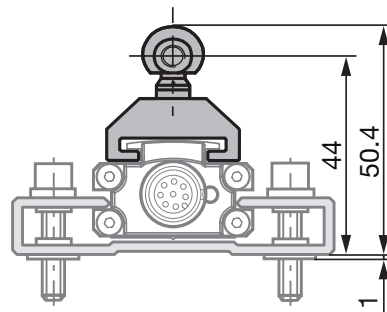
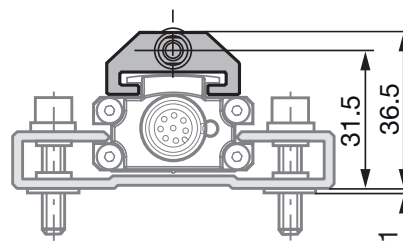
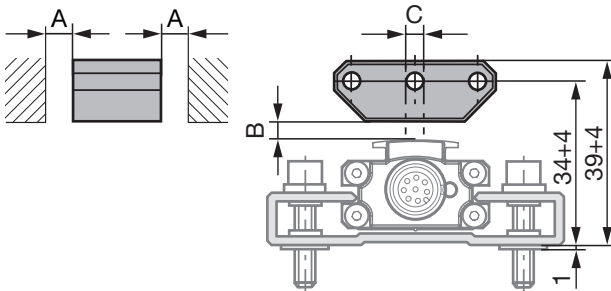
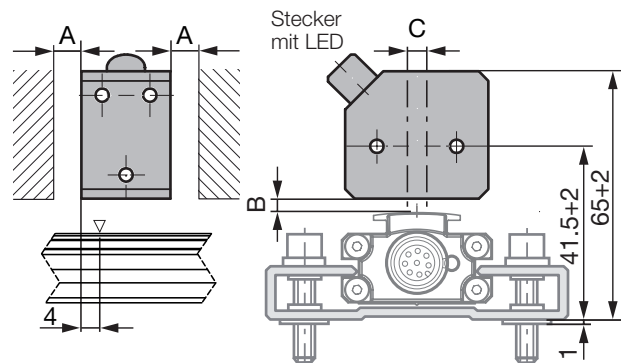

Bild 4-1: Maße und Abstände mit Positionsgeber BTL5-F-2814-1S
Bild 4-2: Maße und Abstände mit Positionsgeber BTL5-T-2814-1S
Bild 4-3: Maße und Abstände mit Positionsgeber BTL5-P-3800-2
Bild 4-7: Maße und Abstände mit Positionsgeber BTL5-P-4500-1 mit elektrischer Magnetfeld-Erzeugung (24 V/100 mA)
i Der Wegaufnehmer Micropulse in Profilbauweise eignet sich sowohl für freie, d. h. berührungslos arbeitende Positionsgeber (siehe Bild 4-3 bis Bild 4-7) als auch für geführte Positionsgeber (siehe Bild 4-1 und Bild 4-2).
- Der Abstand A zwischen Positionsgeber und Teilen, die aus magnetisierbarem Material bestehen, muss mindestens 10 mm betragen (siehe Bild 4-3 bis Bild 4-7).
- Für den Abstand B zwischen Positionsgeber und Wegaufnehmer und für den Mittenversatz C (siehe Bild 4-3 bis Bild 4-7) sind folgende Werte einzuhalten:
Tab. 4-1: Abstand und Versatz für Positionsgeber (siehe Bild 4-3 bis Bild 4-7)
Der Messbereich ist um 4 mm in Richtung des BTL-Steckers versetzt (siehe Bild 4-7).